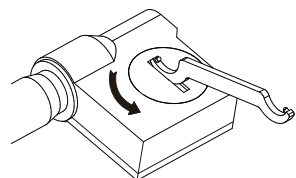

fig.1
---Tournez le couvercle de la batterie dans le sens antihoraire avec la clé (fig.1), puis retirez-le.